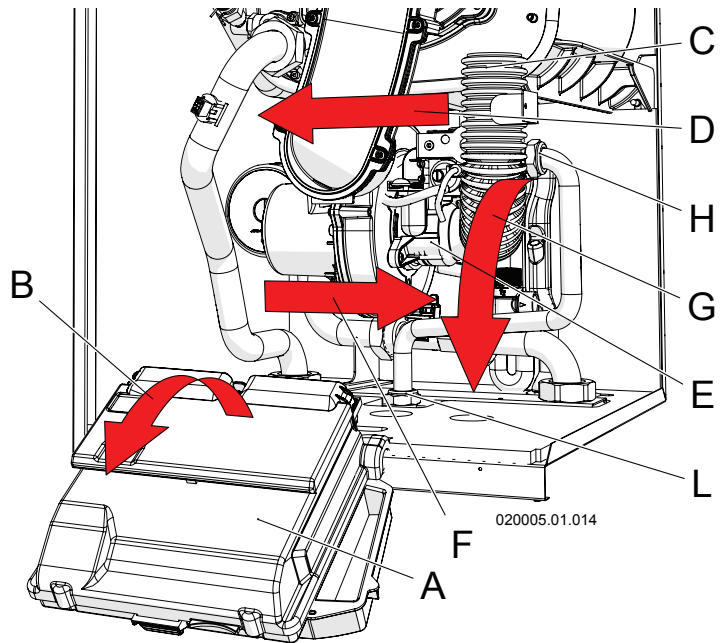

Figura 6-2 - Smontaggio collettore aria
- 6.- smontare il collettore aria "C" (Figura 6-2) avendo cura di ruotarlo esternamente, quindi sfilarlo dall'imbocco del ventilatore;
- 7.-smontare il tubo di ingresso del gas tramite i due raccordi "H" ed "L" (Figura 6-2);
- 12.- rimontare il tubo di alimentazione gas tramite i due raccordi "H" ed "L" (Figura 6-2);
- 13.- rimontare il collettore aria "C" (Figura 6-2);